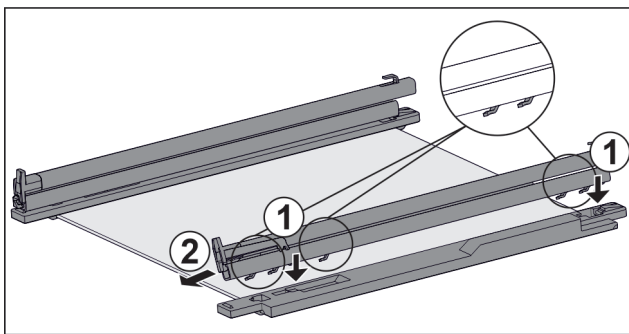

Fig. 63 Glasplatte mit Schienen und Halteteilen
- ▶ Haken der Schiene auf die Öffnungen des **linken** Halteteils setzen. Fig. 63 (1)
- ▶ Schiene nach vorne ziehen. Fig. 63 (2)
- ▶ Haken der Schiene auf die Öffnungen des **rechten** Halteteils setzen. Fig. 63 (1)